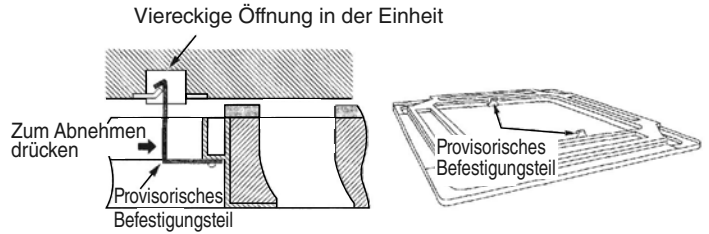
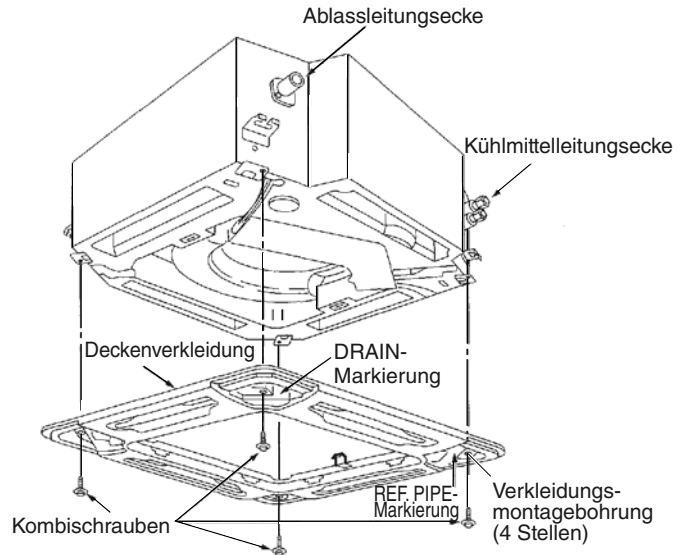
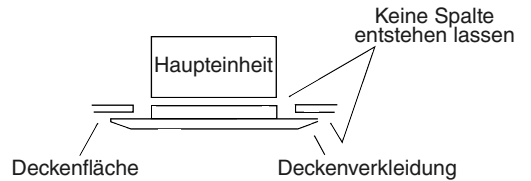

Abb. 9-29
Abb. 9-30
Abb. 9-31
- (1) Die provisorischen Befestigungen (Edelstahl) an der Innenseite der Deckenverkleidung in die viereckigen Löcher der Einheit einsetzen, um die Deckenverkleidung vorläufig in dieser Position zu arretieren. (Abb. 9-29)
- Zum Abnehmen der Deckenverkleidung die Deckenverkleidung abstützen, und gleichzeitig die provisorischen Befestigungen nach außen drücken. (Abb. 9-29)
- (2) Die Montagebohrungen der Deckenverkleidung und die Schraubenbohrungen der Einheit ausrichten.
- (3) Die mitgelieferten Kombischrauben an den vier Deckenverkleidungs-Befestigungspunkten so festziehen, dass die Verkleidung sicher an der Einheit befestigt ist. (Abb. 9-30)
- (4) Sicherstellen, dass die Verkleidung einwandfrei an der Decke befestigt ist.
- Nun sicherstellen, dass zwischen Einheit und Deckenverkleidung, sowie zwischen Deckenverkleidung und Deckenoberfläche kein Spalt vorhanden ist. (Abb. 9-31)